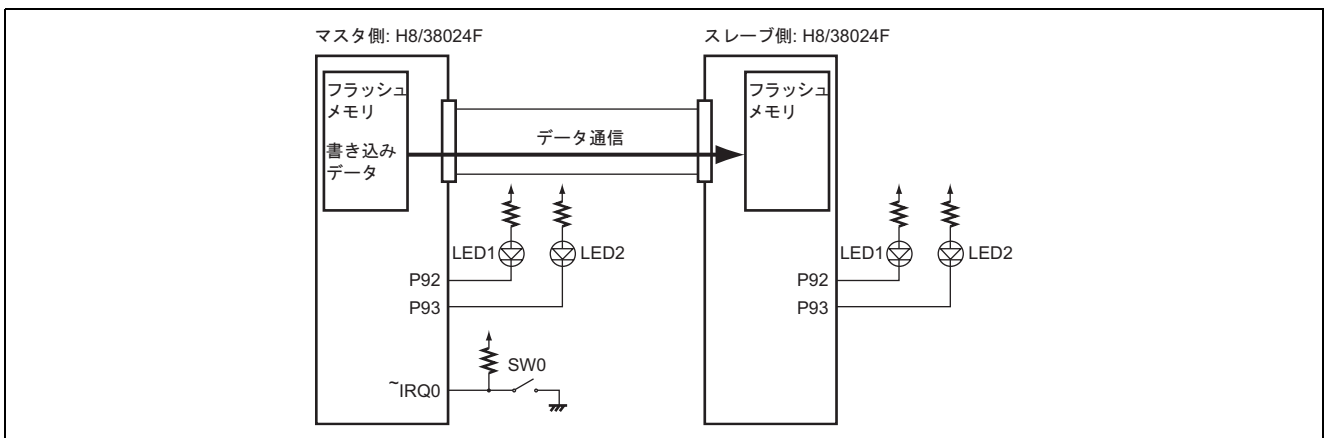

図 1 オンボード書き込み構成例
- (1) ユーザモードによるフラッシュメモリ書き込みを行います。
- (2) マスタ側フラッシュメモリ上にある書き込みデータを、スレーブ側のフラッシュメモリに書き込みます。
- (3) 書き込みデータの転送は、クロック同期式シリアル通信で行います。
- (4) マスタ側のスイッチ 0(SW0)が ON になると、マスタ側からスレーブ側にフラッシュメモリ書き込み開始コマンドを送信し、スレーブ側フラッシュメモリへの書き込みを開始します。
- (5) マスタ側、スレーブ側共に、フラッシュメモリ書き込み動作中は LED1 が消灯、LED2 が点灯し、フラッシュメモリ書き込み動作終了後は LED1 が点灯、LED2 が消灯します。
- (6) マスタ側の $\sim$ IRQ0 端子にスイッチ 0(SW0)が接続されています。
- (7) マスタ側、スレーブ側共に、P92 出力端子に LED1 が接続、P93 出力端子に LED2 が接続されています。
- (8) P92 は、大電流ポートです。
- (9) オンボード書き込みの構成例を図 1 に示します。